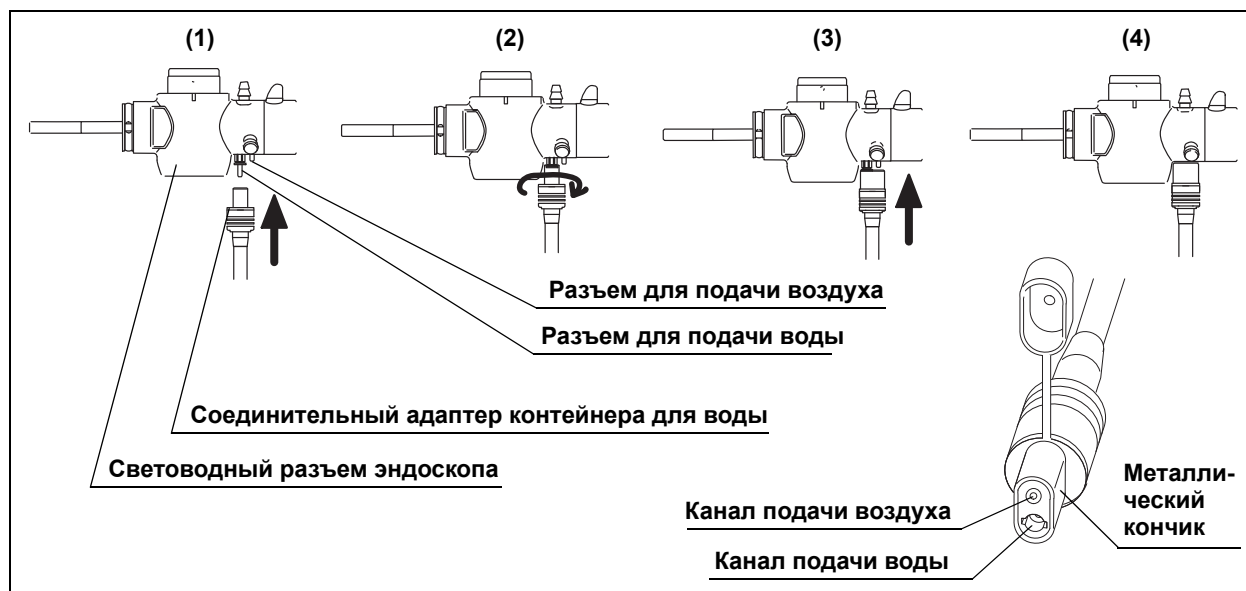

Рис. 3.16
1. Если какое-либо дополнительное оборудование включено (ON), выключите его (OFF).
3. Наденьте канал подачи воды из контейнера для воды на разъем для подачи воды, который расположен под углом 90° на световодном разъеме эндоскопа, и продвиньте его до упора (см. Рис. 3.16 (1)).
4. Поверните соединительный адаптер контейнера для воды на 90° по часовой стрелке так, чтобы совместить канал подачи воздуха с разъемом для подачи воздуха на световодном разъеме эндоскопа (см. Рис. 3.16 (2)).
5. Еще раз нажмите соединительный адаптер контейнера для воды до упора (см. Рис. 3.16 (3)).
6. Убедитесь в том, что соединительный адаптер контейнера для воды плотно прилегает и не поддается вращению (см. Рис. 3.16 (4)).